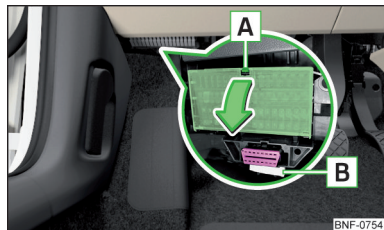

Рис. 165
» Рис. 165.
- Натисніть на запобіжну пластину **A** » Рис. 165.